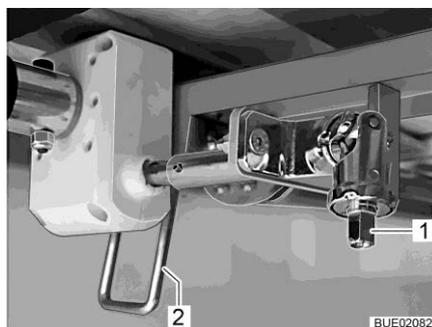

Bild 136 Höhenverstellung
- Kurbel auf Zapfen (Bild 136,1) stecken.
- Hebel (Bild 136,2) in senkrechte Stellung nach unten schwenken.
- Hebel (Bild 136,2) in waagrechte Stellung nach oben schwenken.